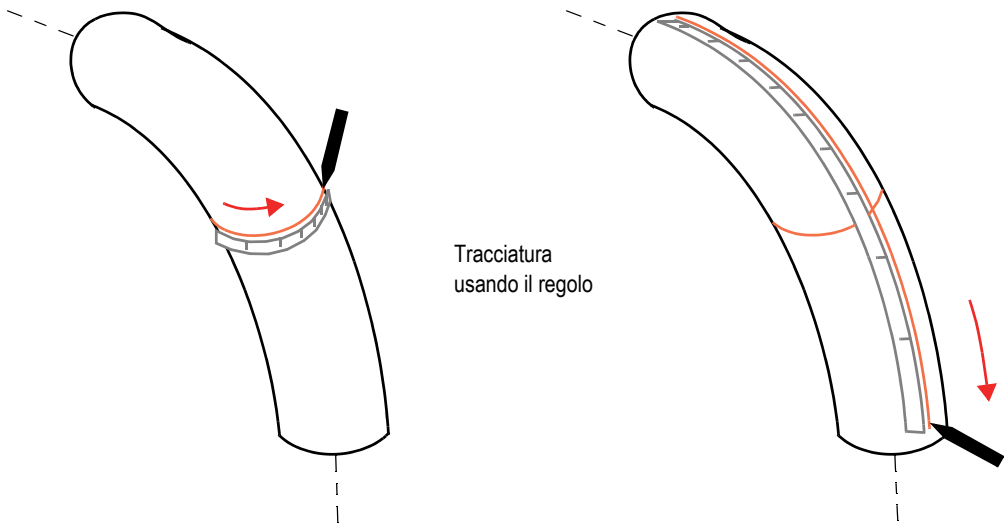

Figura 3-6 Tracciatura della posizione dello zero (*a sinistra*) e le linee di scansione (*a destra*) su un raccordo a gomito
- Determinare la propria posizione zero (il punto mediano o centrale della linea di scansione) e in seguito tracciare la linea zero perpendicolare all'asse longitudinale della componente usando il regolo magnetico flessibile come guida intorno alla circonferenza (vedi illustrazione a sinistra nella Figura 3-6 a pagina 33).
- Posizionare il regolo magnetico flessibile in modo che un bordo rimanga in piano in corrispondenza della sezione più lunga (estradossi) del raccordo a gomito o della componente e tracciare la prima linea di scansione parallela all'asse longitudinale della componente (vedi illustrazione a destra nella Figura 3-6 a pagina 33).